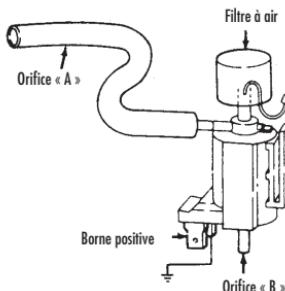

FIGURE 13: ÉLECTROVALVE DE DÉPRESSION DE COMMANDE DE RALENTI
- 1) Débrancher le raccord à vide et le connecteur électrique du solénoïde. Raccorder la pompe à l'orifice « A » et essayer de faire le vide. La dépression devrait se dissiper par l'orifice « A » (FIGURE 13).